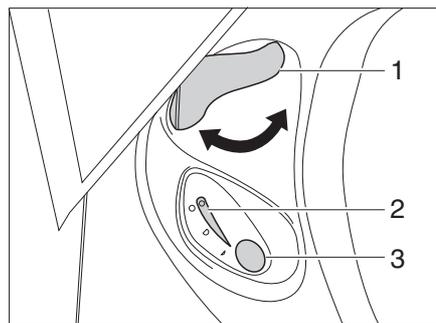

Fig. 142 Unité de commande des toilettes Thetford
- Avant d'actionner la chasse d'eau, ouvrir le curseur des toilettes Thetford. Tourner pour cela le levier du curseur (Fig. 142,1) dans le sens inverse des aiguilles d'une montre.
- Pour actionner la chasse d'eau, appuyer sur le bouton bleu (Fig. 142,3).
- Après avoir actionné la chasse d'eau, fermer le curseur. Tourner le levier du curseur (Fig. 142,1) dans le sens des aiguilles d'une montre.
Le voyant de contrôle (Fig. 142,2) s'allume lorsque la cassette Thetford doit être vidée.
- Tourner le levier du curseur (Fig. 142,1) dans le sens des aiguilles d'une montre. Le curseur se ferme. Pour la vidange il **faudrait** que le curseur des toilettes Thetford soit fermé.